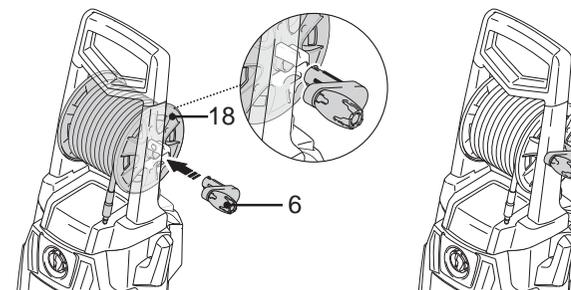

Fig. 3
- Enfoncez la manivelle (6) dans le trou de l'enrouleur (18) jusqu'à ce qu'elle s'enclenche en position (Fig. 3).